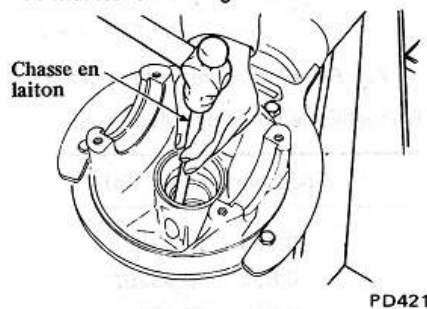

Fig. PD-46 Dépose des cuvettes des roulements avant et arrière du pignon
6. Pour déposer les cuvettes des roulements avant et arrière, appliquer une chasse en laiton sur la face latérale de la cuvette et dégager à petits coups de marteau. Voir figure PD-46.